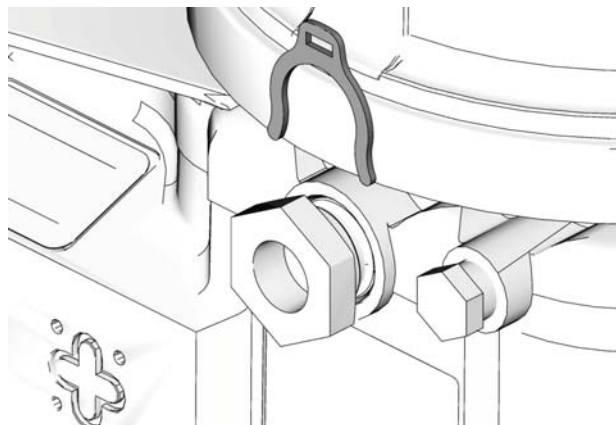

FIG. 12
El control del volumen de la bomba se configura utilizando cero (0) espaciadores, 1 o 2 espaciadores (FIG. 12).